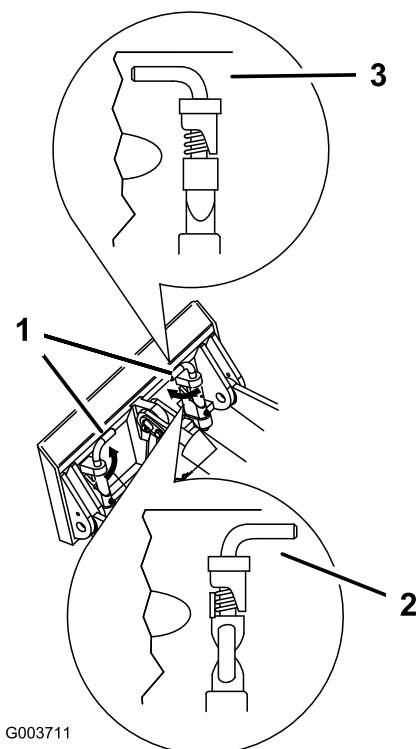

Figura 26
7. Inserire i perni ad attacco rapido, verificando che siano completamente inseriti nella piastra di montaggio (Figura 26).